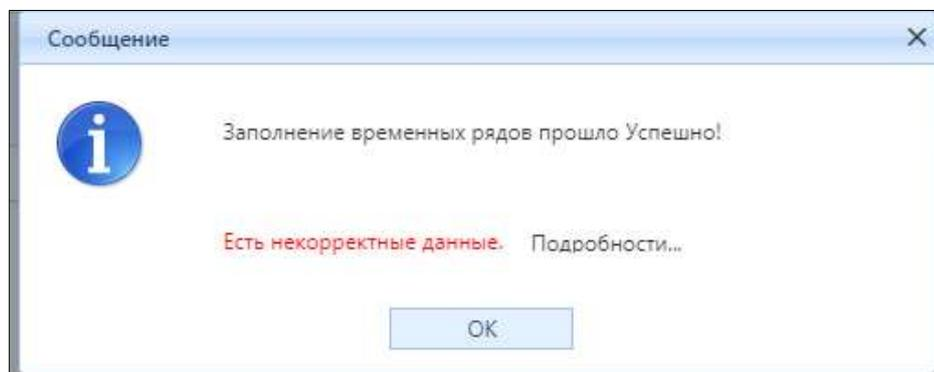

Рисунок 3.4.16 – Сообщение об успешном заполнении данных
4. Дождитесь окончания загрузки исходных данных в форму ввода. После окончания загрузки в интерфейсе модуля появится сообщение (рис. 3.4.16) об успешном импорте данных. Нажмите на кнопку «ОК» (рис. 3.4.16) для акцептирования результата заполнения данных.